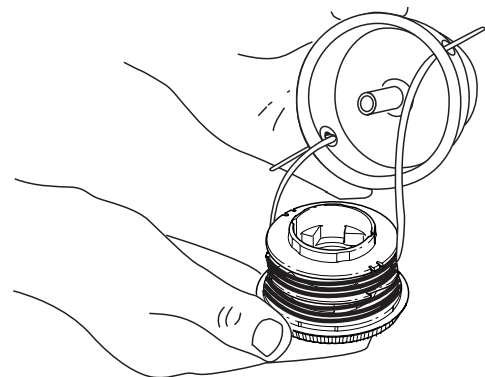

Fig. 21
3. Insérez les extrémités du fil du moulinet intérieur neuf dans les œillets de la bobine extérieure (Fig. 21). Enfoncez le moulinet intérieur neuf, flèche vers le haut, dans la bobine extérieure.